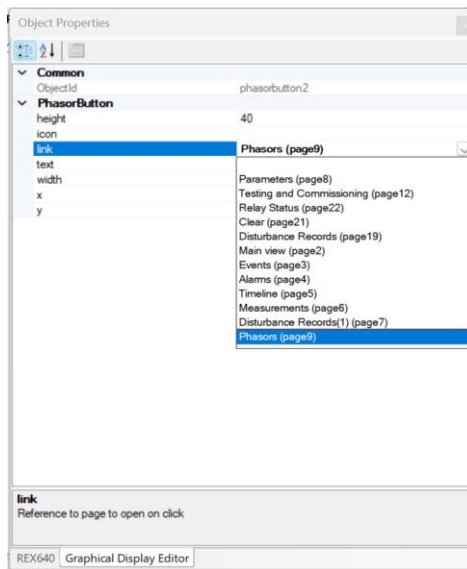

Imagen 183_Ventana de control para visualizar el display del REX640.
3.44 Desde la ventana de “Object Properties-link-Phasors (page#)” que observamos en la **Imagen 183**, nos mandará a una ventana que es similar a la de la visualización del display del REX640.